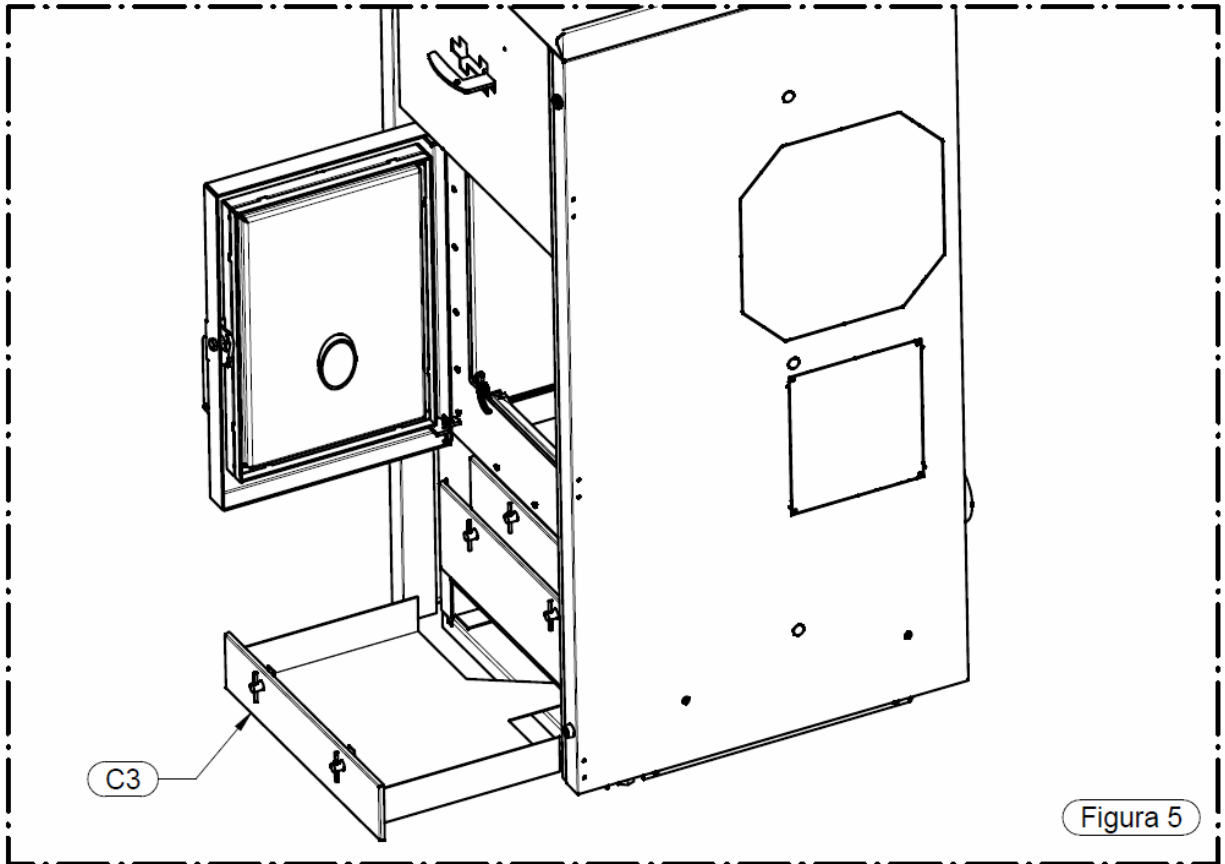

Figura 5
- Aspirati cenusa din compartimentul C3 (Figura 5).
- Aspirati cenusa din compartimentul **C3** (Figura 5).